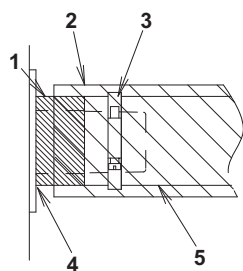
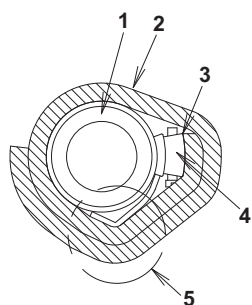

Bild 17
Bild 18
(3) Kondens kan uppstå och orsaka vattenläckage. Var därför noga med att isolera följande 2 platser (dräneringsrör och dräneringsfattningar som dragits inomhus).
Efter kontrollerad dränering placeras medföljande isoleringsrörskydd (13) enligt **bild 17**. Isolera dräneringsslangen (1) och metallklämman (2) med medföljande tätningssmaterial (stort) (10) enligt **bild 18**.